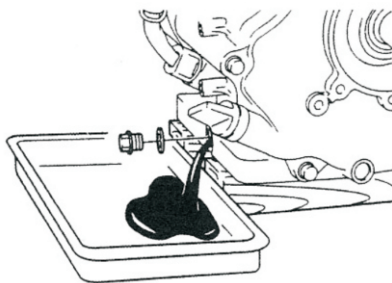

Рис. 27
1. Вывернуть маслосливную и сливную пробки и слить масло (Рис. 27).